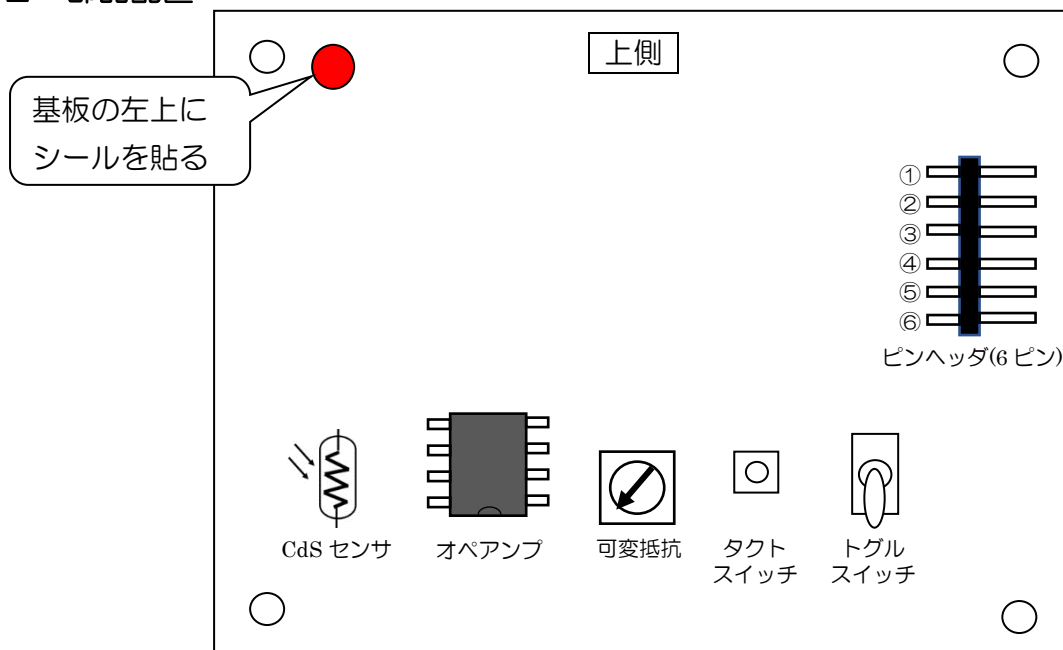

図1 入力回路①の部品配置 (表：部品面)
- 部品配置は概ね図1のようにする。(おおまかな配置が合っていればよい)
- ピンヘッダは図1の向きで用いること。
- (1) 入力回路として、トグルスイッチ (TGS)、タクトスイッチ (TCS)、可変抵抗 (ボリューム)、オペアンプを使用した光センサ (Cds) 回路に接続する入力回路を、ユニバーサル基板 (ICB-293) に製作する。
- (2) 「制御用コンピュータ③」とはピンヘッドにより接続ケーブルAで接続する。
- (3) 各入出力素子の信号レベルは表2に示すとおりにする。
- (4) 「タクトスイッチ」のプルアップ抵抗および「トグルスイッチ」のプルアップ抵抗に10kΩを使うこと。
- (5) ボリュームは、つまみを中心にしたとき、矢印が「上↑」を向くように取り付けること。
- (6) ボリュームの端子は直接5VとGNDに接続し、出力はその分圧(0V~5V)になるようにし、保護抵抗等は接続しないこと。
- (7) 基板にランドがある面を「はんだ面」、そうでない面を「部品面」と呼ぶ。
- (8) 部品はすべて部品面に取り付けること。
- (9) 部品面にジャンパー線は使用してもよい。
- (10) 基板の上下方向は、部品面からみて図1の部品配置の向きに基板を置いた方向で定義する。
- (11) 回路図の設計を行い、設計製作課題提出用紙 ①・② に記入して提出する。(②はパターン図製作の参考にするもの。) 記入方法の詳細は提出用紙に指定してある。